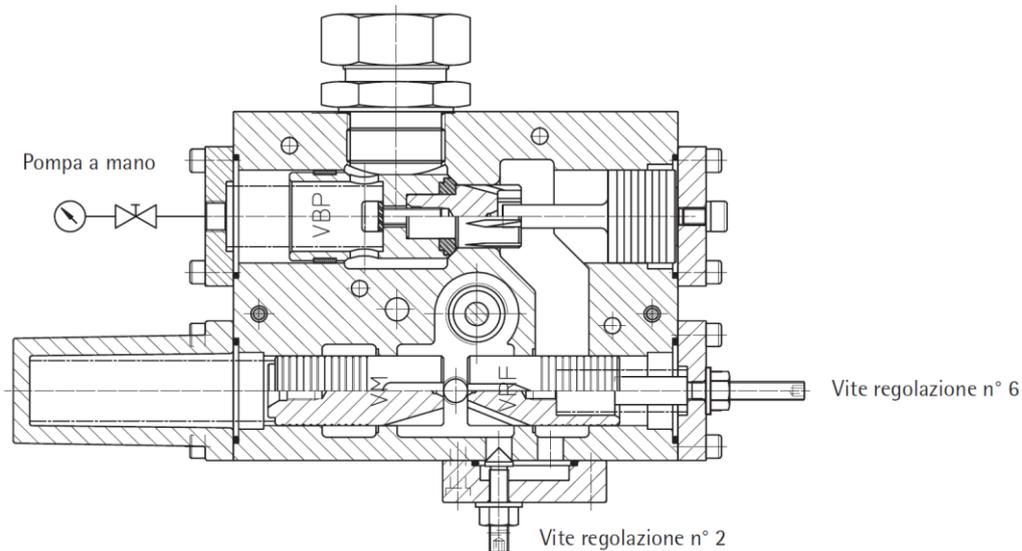

Fig. 49 – Sezione valvola NL
- Togliere il cappello che si trova in fianco alla pompa a mano e verificare che il pistone VM della valvola di massima pressione sia libero di muoversi e non sia bloccato da qualche impurità (vedi Fig. 49).
- Verificare che non sia bloccato il pistone VRF togliendo la flangia che porta la vite n°6 (vedi Fig. 49)